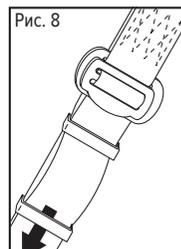

Рис. 8
- все лямки отрегулированы (способы регулировки показаны на рис. 8–11), натяжение лямок не допустимо если между телом работника и лясками свободно проходит кулак;
РЕГУЛИРОВКА ДЛИНЫ НАБЕДРЕННЫХ ЛЯМОК (рис. 8, 9)